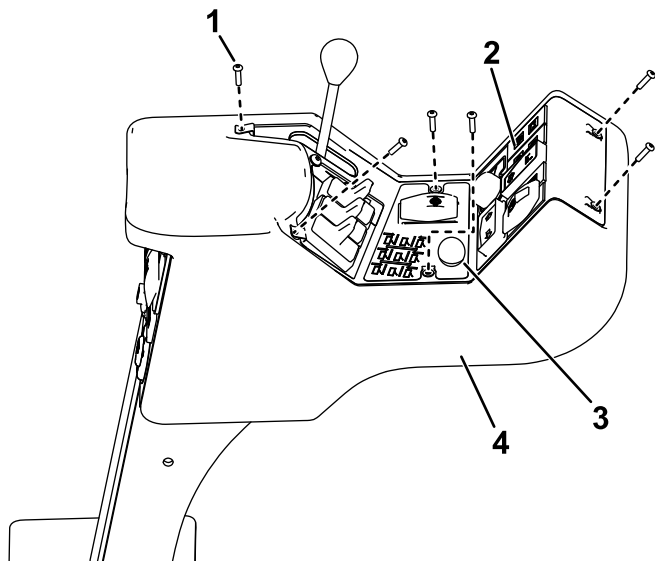

Figura 7
1. Retire los 6 tornillos que sujetan el panel de control a la consola (Figura 7).
3. Retire el tapón (Figura 7) de la consola.